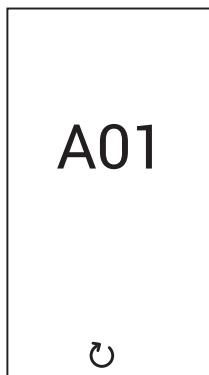

fig. 5
**Anomalie de tip A (fig. 5):** Pentru a debloca centrala în cazul acestui tip de anomalie, trebuie să apăsați tasta până când apare mesajul „Confirm?”. După aceea confirmați cu tasta .